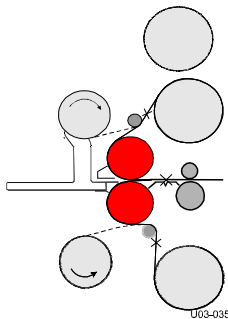

Figura 24: Descarga.
- Corte las láminas justo antes de las barras separadoras (véase Figura 24).